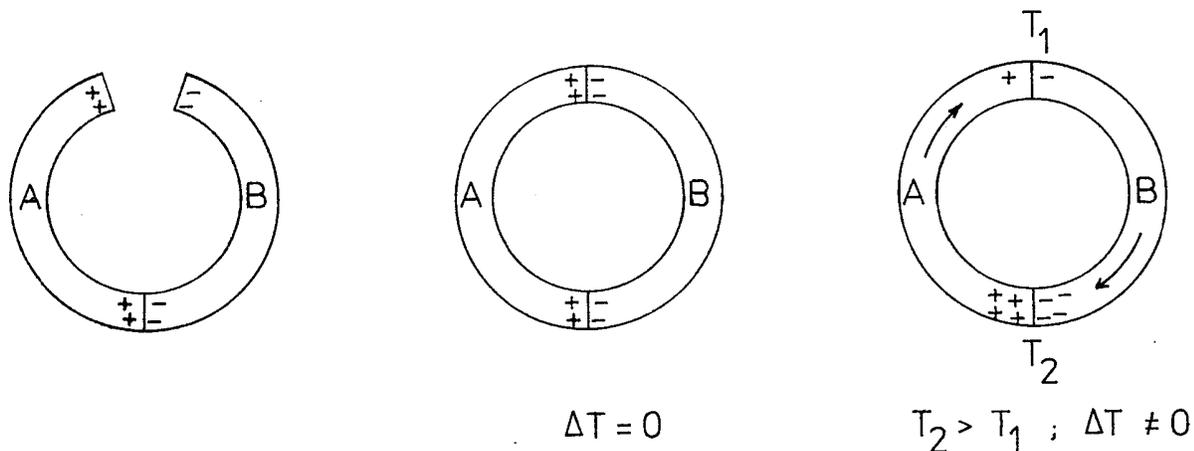

Abb. 1:        Kontaktspannung an zwei sich berührenden Metallen.
Atmosphäre. Um von den thermischen Eigenschaften der zur Temperaturmessung verwendeten Stoffe unabhängig zu sein, hat man die thermodynamische Temperaturskala eingeführt. Die Festlegung dieser Skala gründet sich auf die Betrachtung eines Carnot'schen Kreisprozesses. Im Jahre 1848 erkannte W. Thomson, der spätere Lord Kelvin, daß hieraus die Existenz einer absoluten Temperaturskala folgt. Ihm zu Ehren hat heute die Temperatureinheit den Namen Kelvin (K). Ihr Nullpunkt wird als absoluter Nullpunkt bezeichnet, die von diesem Nullpunkt aus gezählte Temperatur als absolute Temperatur. Die Größe des Kelvin und der Bezugspunkt der Kelvinskala ist 1954 so festgelegt worden, daß die Temperatur des Tripelpunktes von Wasser (s. Vers. Dampfdruck von Flüssigkeiten, Abb. 1) genau 273,16 K beträgt. Zwischen der verbindlichen SI-Einheit ‚Kelvin‘ und dem praktisch noch verwendeten ‚Grad Celsius‘ besteht die einfache additive Beziehung:
Von den elektrischen Thermometern werden Thermoelemente am häufigsten zur Temperaturmessung benutzt. Sie sind sehr einfach herzustellen, haben eine sehr geringe räumliche Ausdehnung, sind verhältnismäßig trägheitsfrei und eignen sich besonders auch zur Messung von Temperaturdifferenzen. Ihre Wirkungsweise beruht auf dem thermoelektrischen Effekt (Seebeck, 1822), der die Entstehung elektrischer Spannungen durch Temperaturunterschiede an den Kontaktstellen zweier verschiedener Metalle erklärt (Abb. 1).